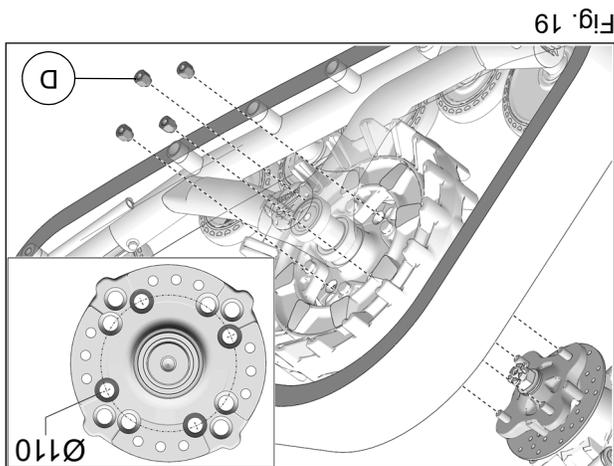

Fig. 19
7. Fixer le système de traction au moyeu de roue avant. Utiliser le cercle de perçage de Ø110mm et les écrous de roue (D) fournis. Fig. 19